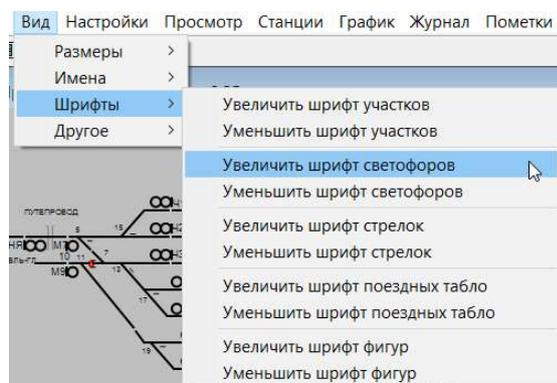

Рис.327.Пункт меню «Вид» - подпункт «Шрифты»
- «Шрифты». Подпункт позволяет изменять размеры шрифтов названий элементов схемы станции или участка. Для того чтобы изменить размер шрифта названия какого-либо элемента схемы, необходимо нажать на соответствующий пункт меню (см. рис. 327). Доступно изменение размера шрифта до предельного значения. Если дальнейшее увеличение или уменьшение невозможно, соответствующий пункт меню становится неактивным.